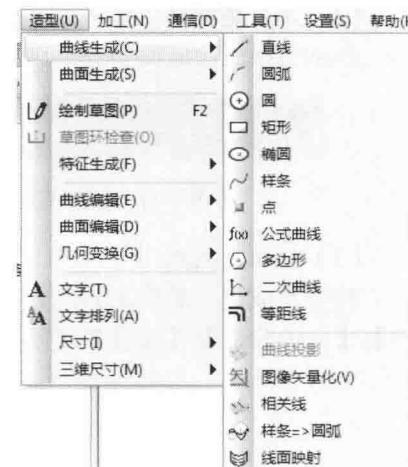

图 1-15 下拉式菜单
菜单栏包含了软件中所有的操作命令：文件、编辑、显示、造型、加工、通信、工具、设置、帮助功能模块。单击菜单栏上任意一个菜单项，都会弹出一个下拉式菜单，如图 1-15 所示。指向某一个菜单项会弹出其子菜单。
- 如果某一菜单右端有一个黑色的小三角，说明该菜单仍为标题项，单击，弹出相应子菜单，如图 1-15 所示。